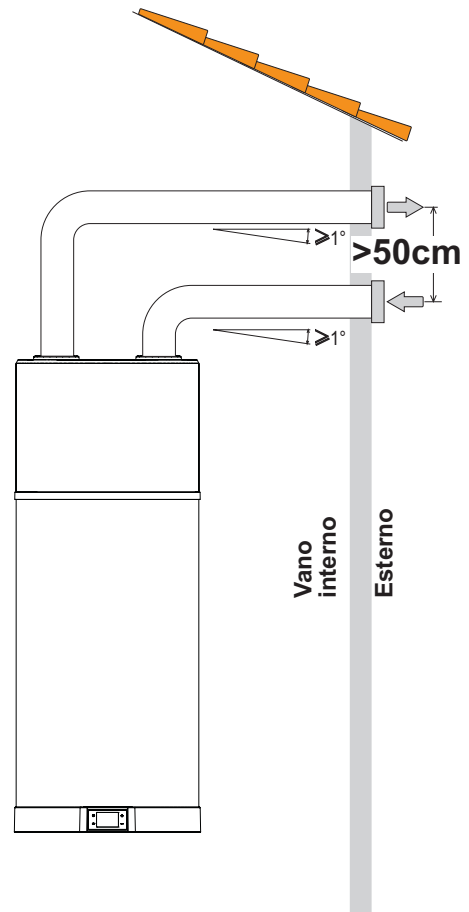

fig. 32 - Ejemplo de conexión de salida de aire
- Realizar un canal de aire dedicado como se indica en la fig. 32.